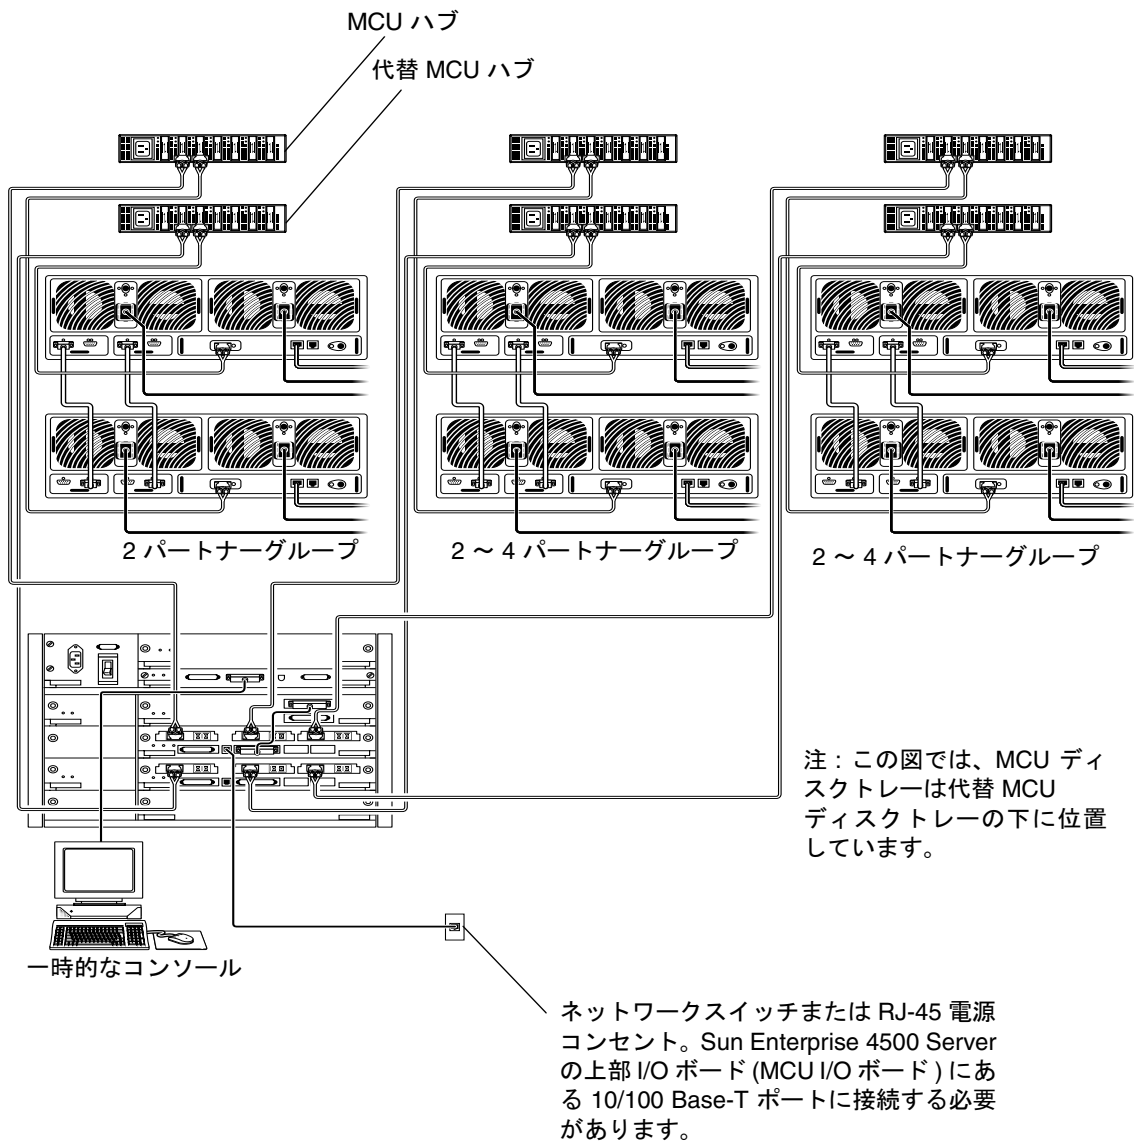
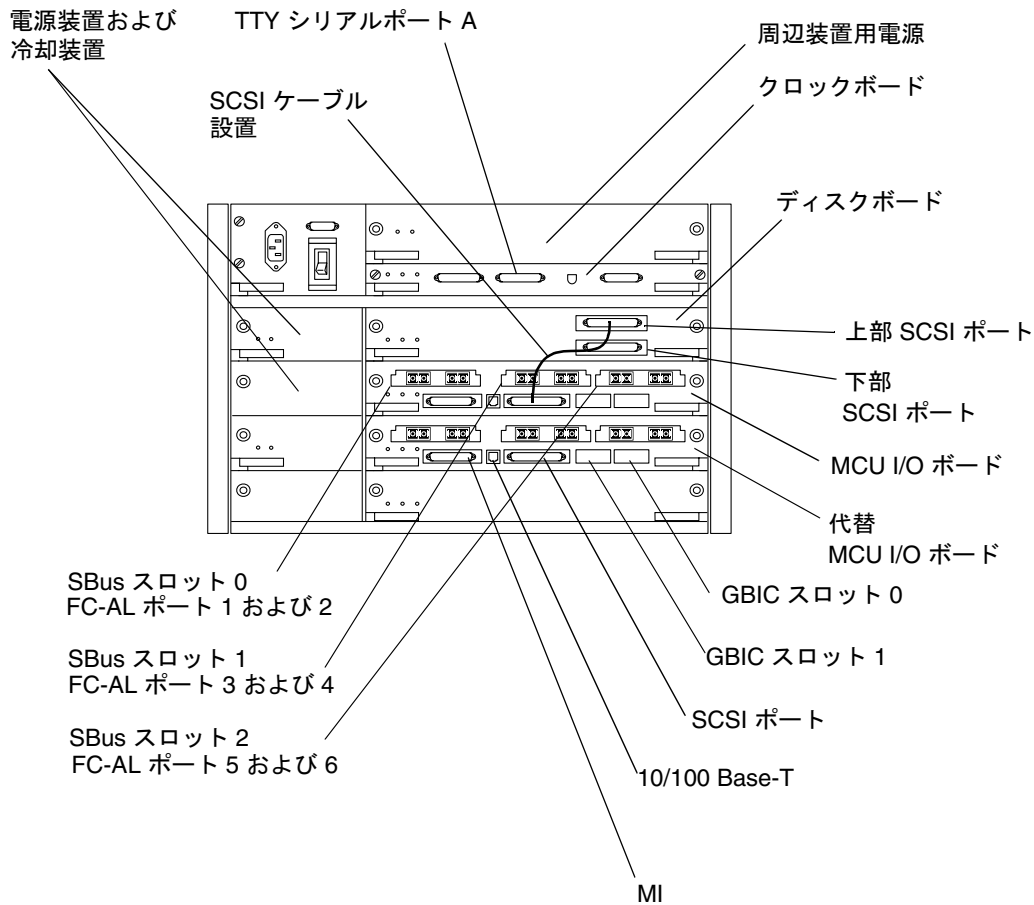
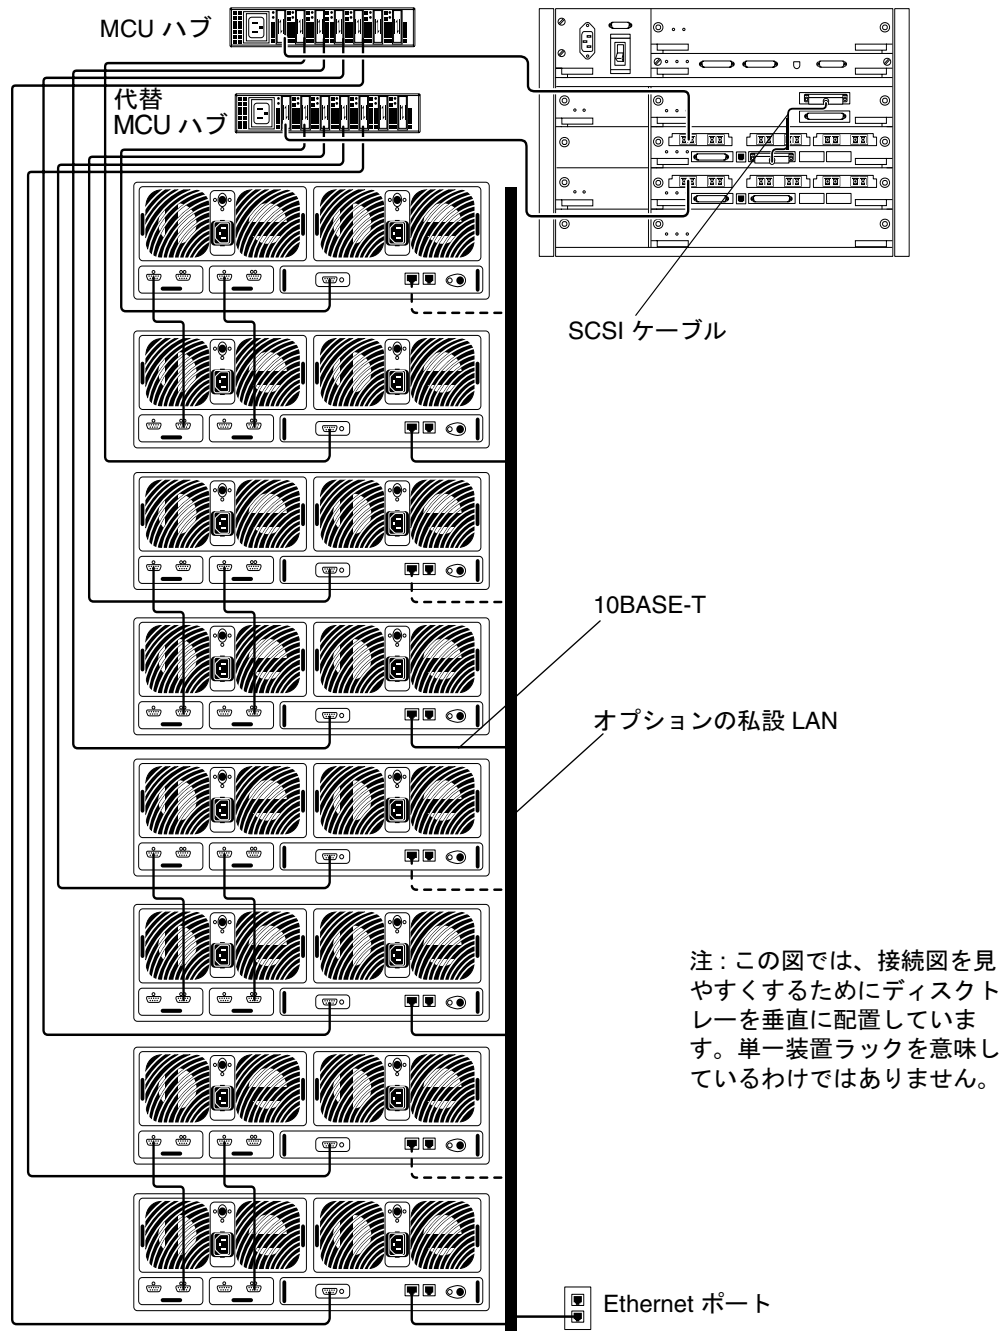

図 8 設定を目的とした Sun Enterprise 4500 Server とディスクトレイのパートナーグループとの接続
図 9 Sun Enterprise 4500 Server の背面の詳細と接続
図 10 Sun StorEdge N8600 Filer の最小構成
3. 図 8 のように、光ファイバケーブルのもう一方の端を MCU ハブの FC-AL (Fibre Channel Arbitrated Loop) ポートに接続します。
6. 図 8、図 9、図 10 で示すように、MCU ハブ出力からの光ファイバケーブルを Sun Enterprise 4500 Server の MCU I/O ボードにある FC-AL ポート 1 に接続します。
7. 代替 MCU ハブ出力からの光ファイバケーブルを Sun Enterprise 4500 Server の代替 MCU I/O ボードの FC-AL ポート 1 に接続します (図 8、図 9、図 10 を参照)。
8. 他にハブがある場合、残りのディスクトレイパートナーグループとハブについても、Sun StorEdge 4500 Server の MCU I/O ボードと代替 MCU I/O ボードの FC-AL ポート 3 および 5 を使用して、手順 2 ~ 7 を繰り返します (図 8 および図 9 を参照)。
9. 図 9 で示すように、ディスクボードの上部 SCSI ポートからの SCSI ケーブルを MCU I/O ボードの SCSI ポートに接続します。
11. シリアルケーブルを使用して、Sun Enterprise 4500 Server の TTY シリアルポート A (図 8 および図 9 を参照) とネットワークの初期構成中にコンソールとして動作するホストを一時的に接続します。
12. Sun Enterprise 4500 Server の MCU I/O ボード上にある 10/100 Base-T ポート (図 8 および図 9 を参照) から、ネットワークより対線 Ethernet (TPE) ケーブルを、ネットワークスイッチまたは TPE (RJ-45) 電源コンセントに接続します。
注 - 図 9 では余白の制限によって、代替 MCU I/O ボードの 10/100 Base-T ポートが指定されています。必ず MCU I/O ボードの 10/100 Base-T ポートを使用してください。
16. すべてのケーブルが図 8 および図 10 のように接続されていることを確認します。